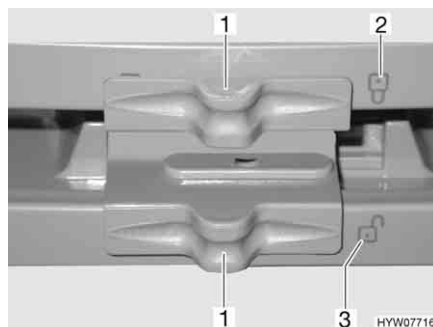

Bild 192 Verriegelung der Kühlschranktür/Frosterfachtür (Dometic 7er-Reihe mit separatem Frosterfach)
- Verriegelung (Bild 192,1) zur Seite schieben, so dass das offene Schloss "🔓" (Bild 192,3) sichtbar ist.
- Verriegelung (Bild 192,1) zur Seite schieben, so dass das geschlossene Schloss "🔒" (Bild 192,2) sichtbar ist.